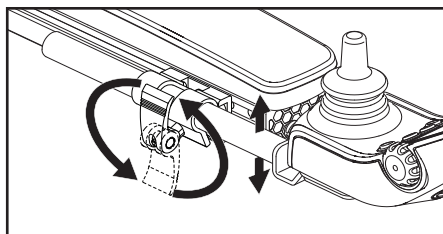
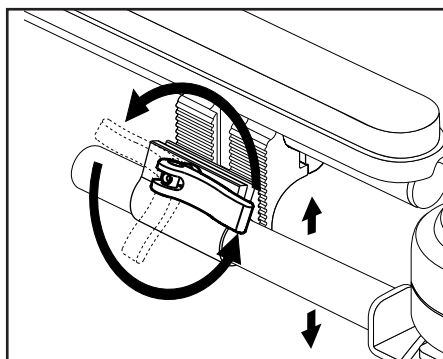

Figura 19. Regolazione dell'altezza della centralina (per braccioli pieghevoli verso l'alto)
Figura 20. Regolazione dell'altezza della centralina (per braccioli a due perni e braccioli Inseribili ad Alta Resistenza)
3. Per allentare il morsetto, piegare e poi ruotare la leva di sgancio. **Vedi figura 19 o figura 20.**